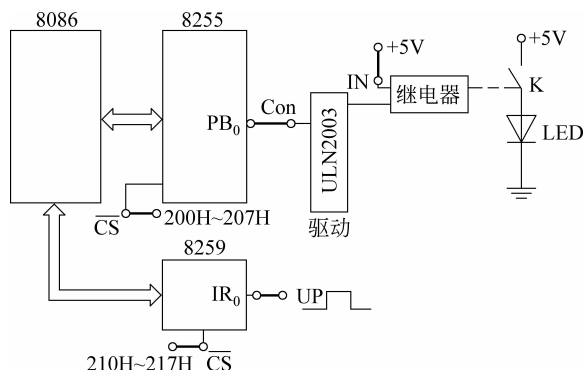

图 3-1 用外部中断控制继电器电路原理框图
(1) 电路连接：如图 3-1 所示的粗线为要接的线。接线描述如下：8259A 的片选 $\overline{CS}$ 连至地址译码处的 210H~217H 插孔；8255A 的片选 $\overline{CS}$ 连至地址译码处的 200H~207H 插孔； PB_0 接到继电器的控制端；将 UP 脉冲按钮连接至 8259A 的 IR_0 插孔。
(2) 说明：8086 需要外接中断控制器才能对外部中断进行处理。8259 可外接 8 个中断源，本项目只响应 IR_0 中断。将单脉冲信号 UP 接到 8259 的 IR_0 脚，每产生一次中断时，就可以看到继电器控制的 LED 灯闪烁。
电路原理框图如图 3-1 所示。电路由 8086 CPU、8255A 芯片、8259A 芯片、继电器及驱动和脉冲按钮 UP 组成。